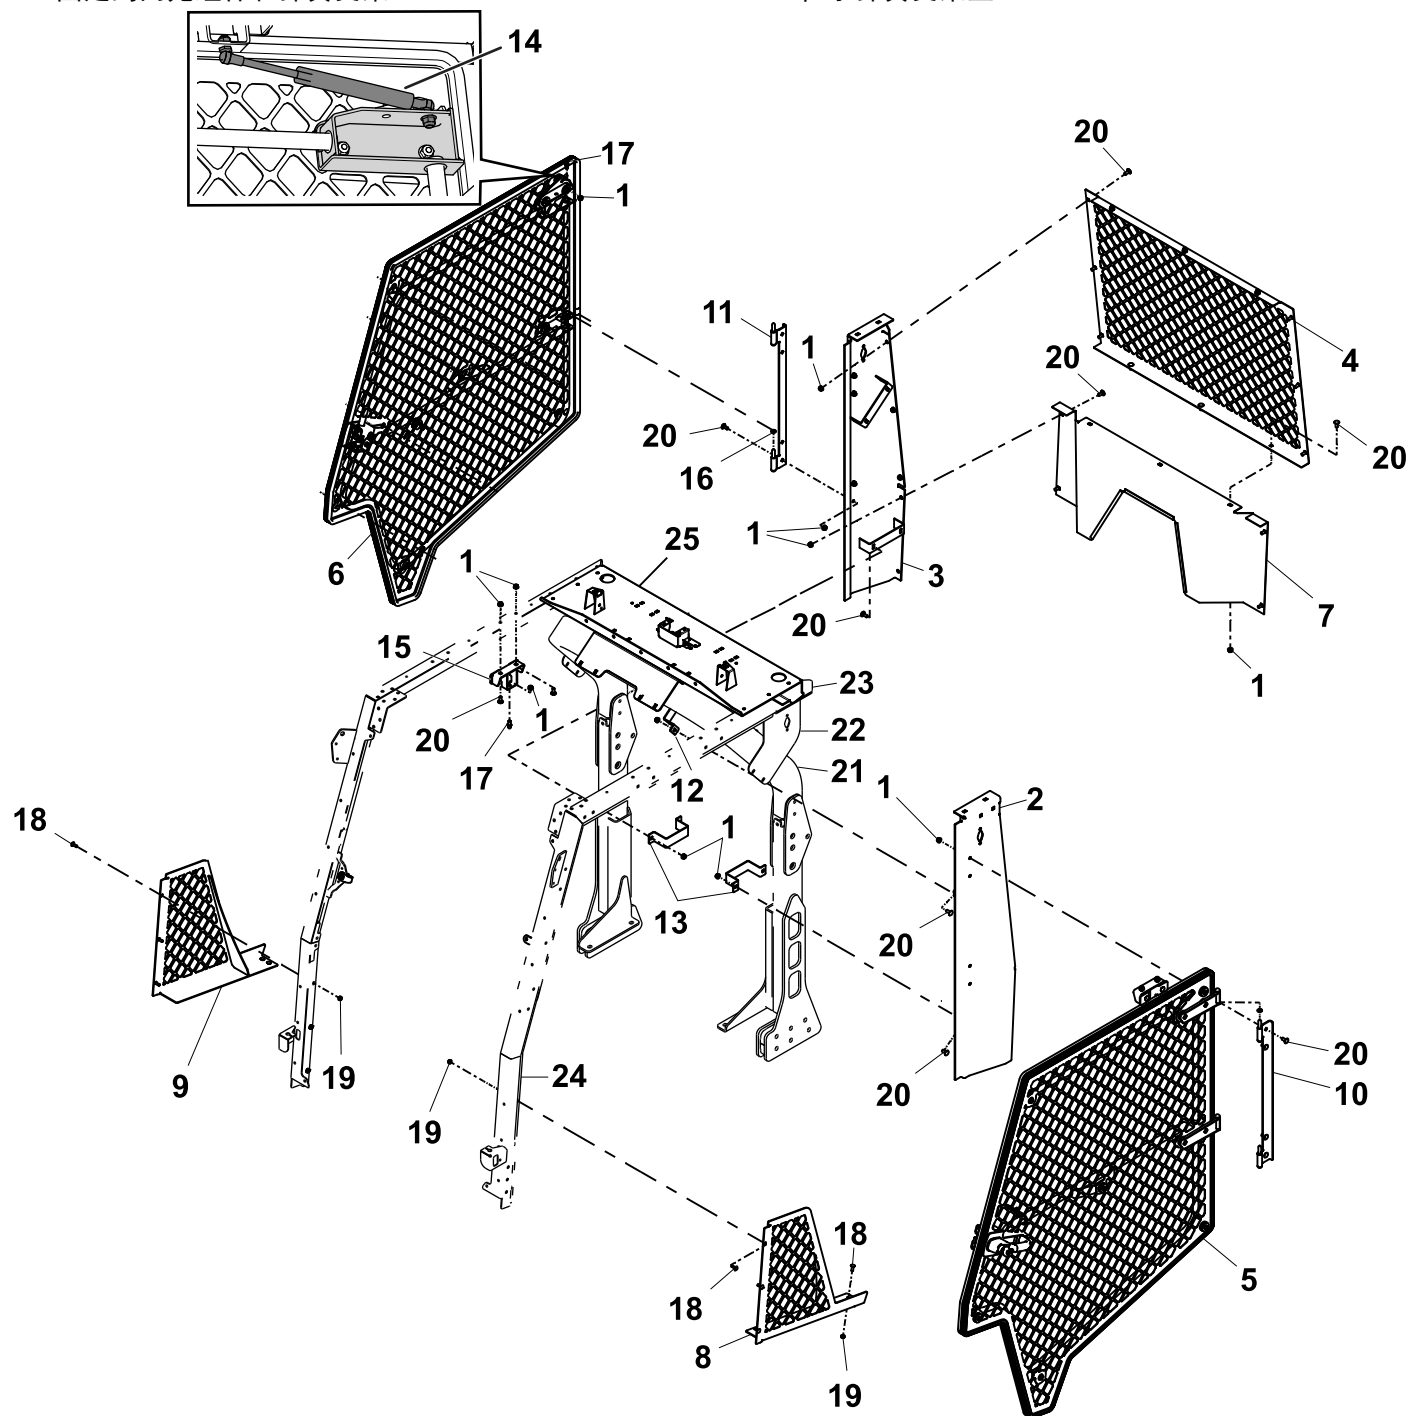

图 2
6. 如果 2 柱 ROPS 延长件已安装到机器上卸下用于安装 ROPS 柱灯的侧面板 图 2。
执行以下步骤时请参考 图 2。